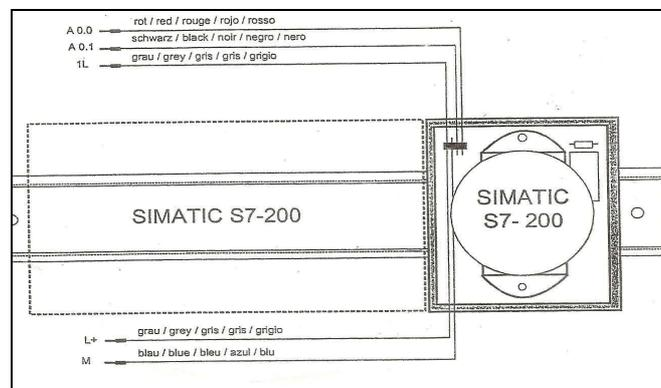

Figura A-18: Diagramas Motor DC
**Motor DC:** El motor DC trabaja a una tensión de 24 VDC y posee 5 cables uno rojo (Q0.0), uno negro (Q0.1), dos grises (L y L+) y uno azul (M) como se muestra en la figura A-18. En el banco didáctico se usaron únicamente los cables rojo, uno gris (L+) y el azul.